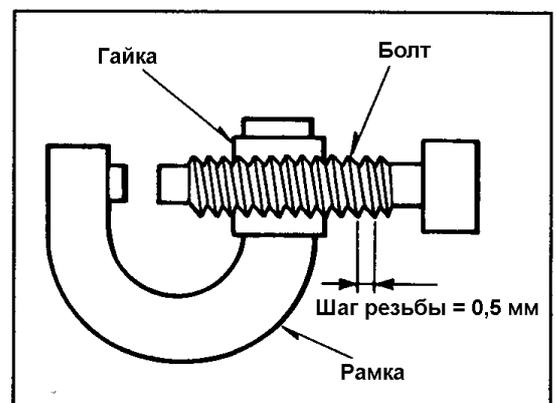

Рис. 3-6 Устройство микрометра
1) Микрометр представляет комбинацию гайки и болта, показанных на рис. 3-6